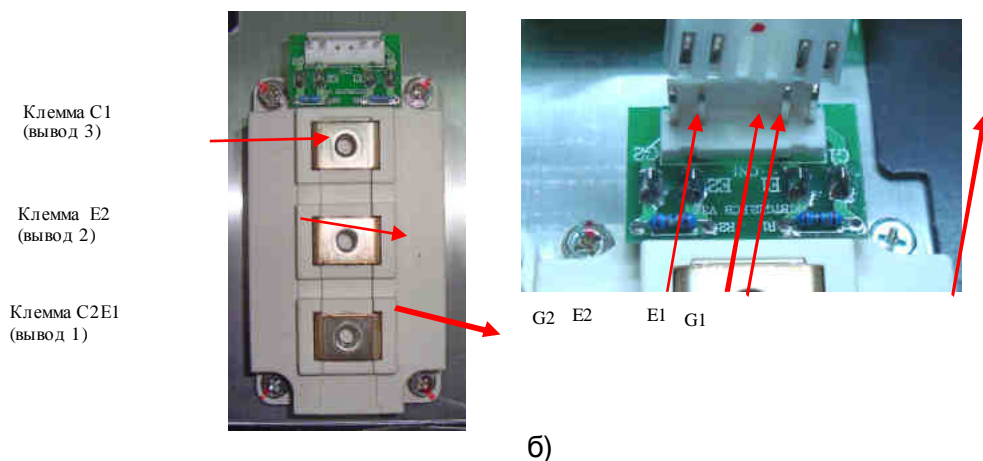

Рис. 4.17.
- подключить вывод «Упр.» УПСМ к контакту G1 монтажной платы модуля IGBT (см. рис. 4.17б);
- подключить вывод «-» УПСМ к клемме С2Е1 модуля IGBT (см. рис. 4.17б);
- подключить вывод «Упр.» УПСМ к контакту G2 монтажной платы модуля IGBT канала U (см. рис. 4.17б);
- подключить вывод «-» УПСМ к клемме Е2 модуля IGBT (см. рис. 4.17б);